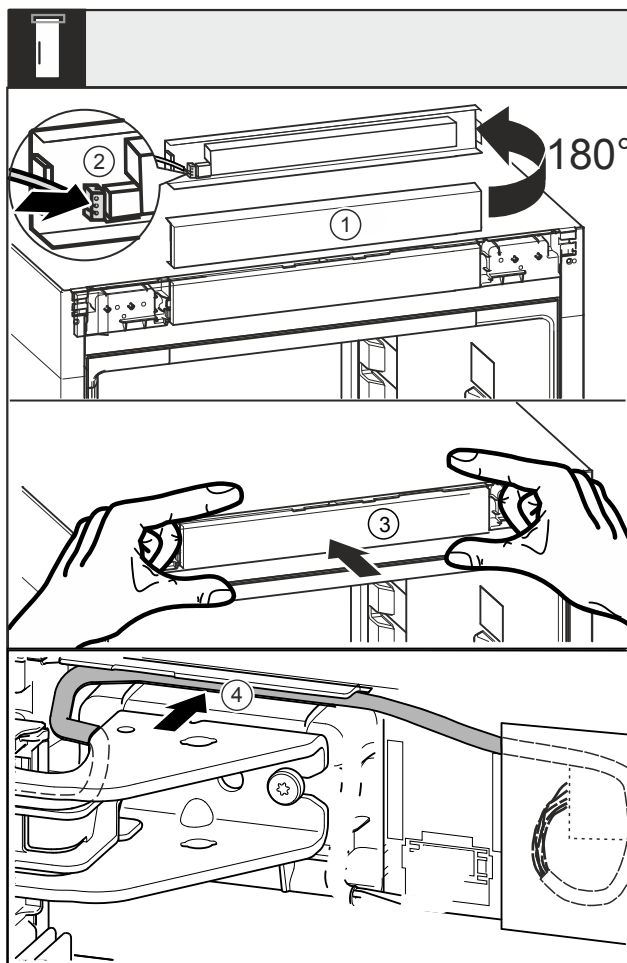

Fig. 46
- Záslepku Fig. 46 (1) otočte nahoru o 180°.
- Zástrčka Fig. 46 (2) zacvakne do panelu.
- Nasadte záslepku Fig. 46 (3) zpět na spotřebič.
- Kabel opatrně položte ve vedení Fig. 46 (4) nad horním stojanem ložiska.